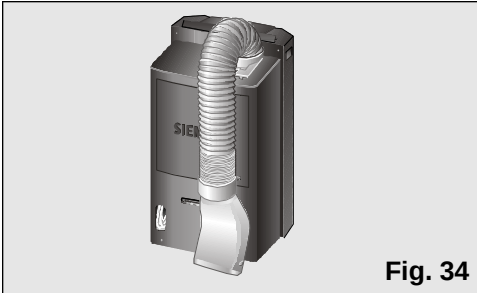

Fig. 34
- ❑ Per farlo, piegare il tubo verso la parte posteriore dell'apparecchio e trattenerlo dall'attacco diffusore, **Fig. 34 e 35**.